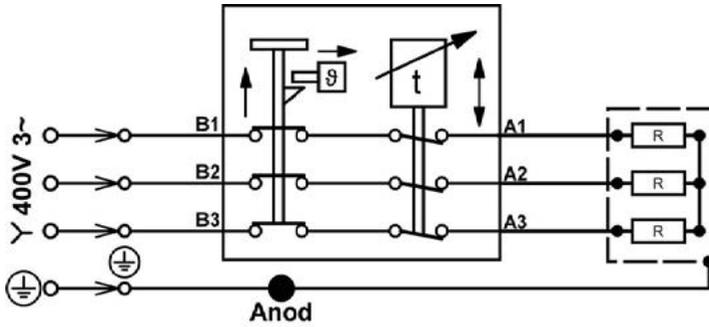
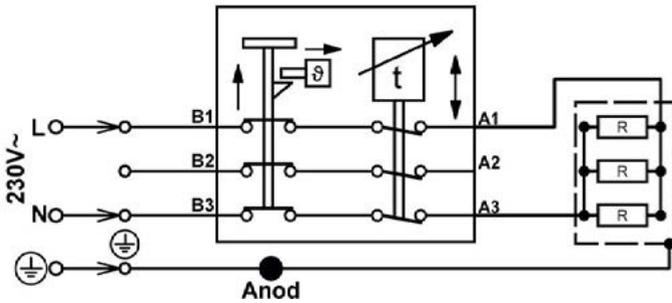

Figure 3
Figure 5
2. Raccorder au réseau via les bornes B1, B2 et B3 du thermostat (Voir la "Figure 3" à la "Figure 5", page 17).
4. Pour une alimentation 400 V tri sans neutre, modifier les connexions internes d'après le schéma de raccordement à la "Figure 3", page 17.